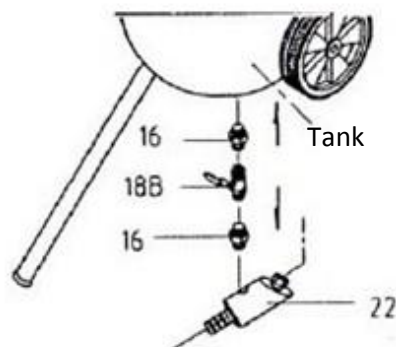

Abbildung 4
4. Anweisungen zum Montieren des Sandauslassventils in der Öffnung am Boden des Tanks finden Sie in Abbildung 4.